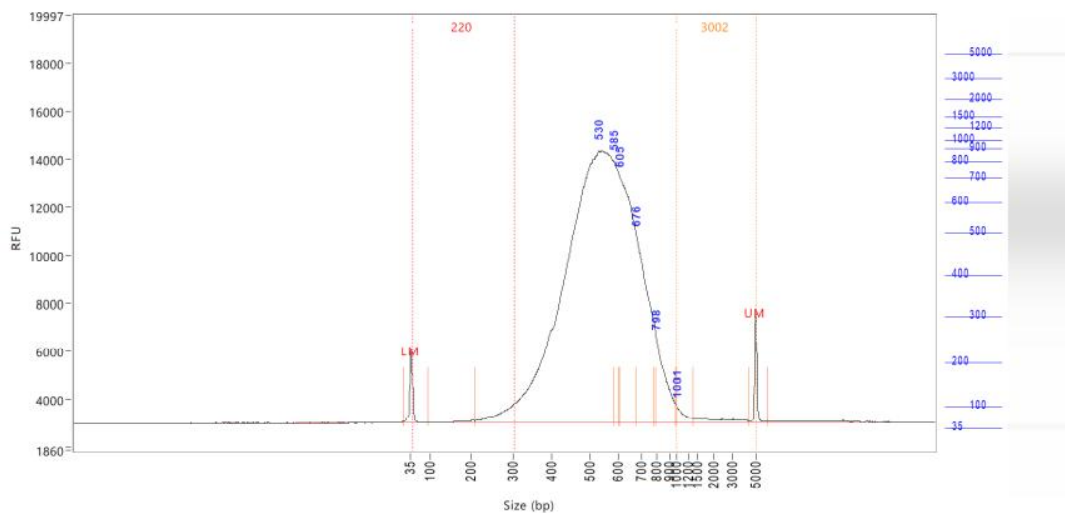

图 5 文库质检图
3. 质检图参照图 5，主峰片段范围须在 400bp-700bp 之间，900bp-5000bp 占比<10%。若存在 200bp 左右小尖峰凸起，可 0.8 $\times$ 纯化后建库送测。